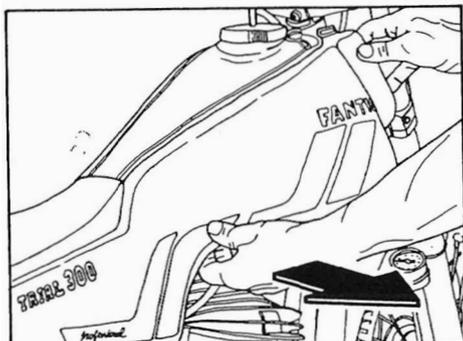

Fig. 28 Smontaggio fianchetti.
- Afferrare il fianchetto come indicato in fig. 28 e tirare verso l'esterno per liberarlo dai perni di ritegno.